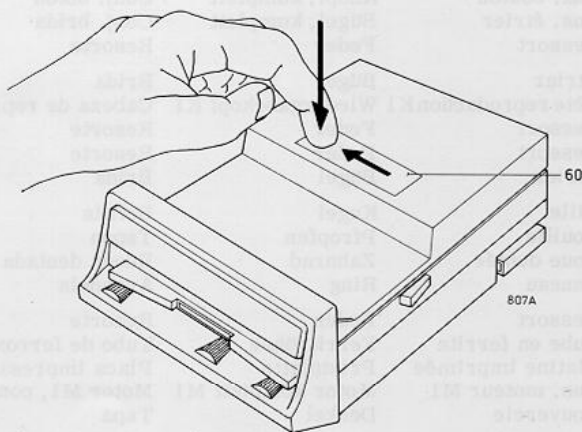

Fig. 2
- Oter le capuchon recouvrant la tête de reproduction (voir fig. 2).
- Entferne die Kappe über dem Kopf (siehe Abb. 2).
- Retire la caperuza encima de la cabeza (vea la fig. 2).
Palanca del rodillo presor (fig. 2)
- . Remove lid 60 (see Fig. 2).
- . Enlever le couvercle 60 (voir fig. 2).
- . Luikje 60 wegnemen (zie Fig. 2).
- . Entferne Deckel 60 (siehe Abb. 2).